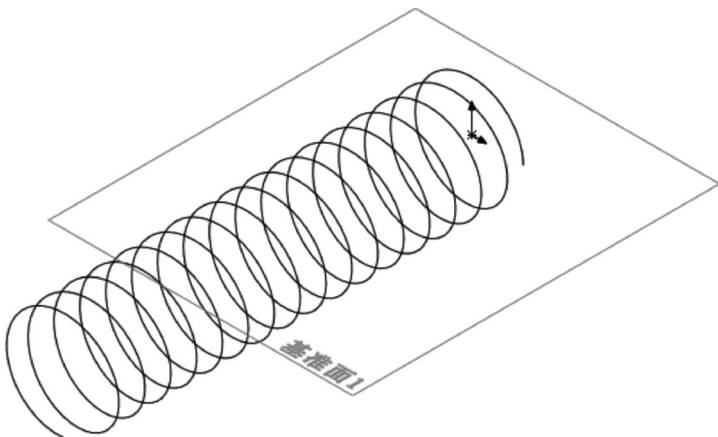

图 9-29 生成基准面 1
- [3] 单击【确定】按钮, 生成基准面 1, 如图 9-29 所示。